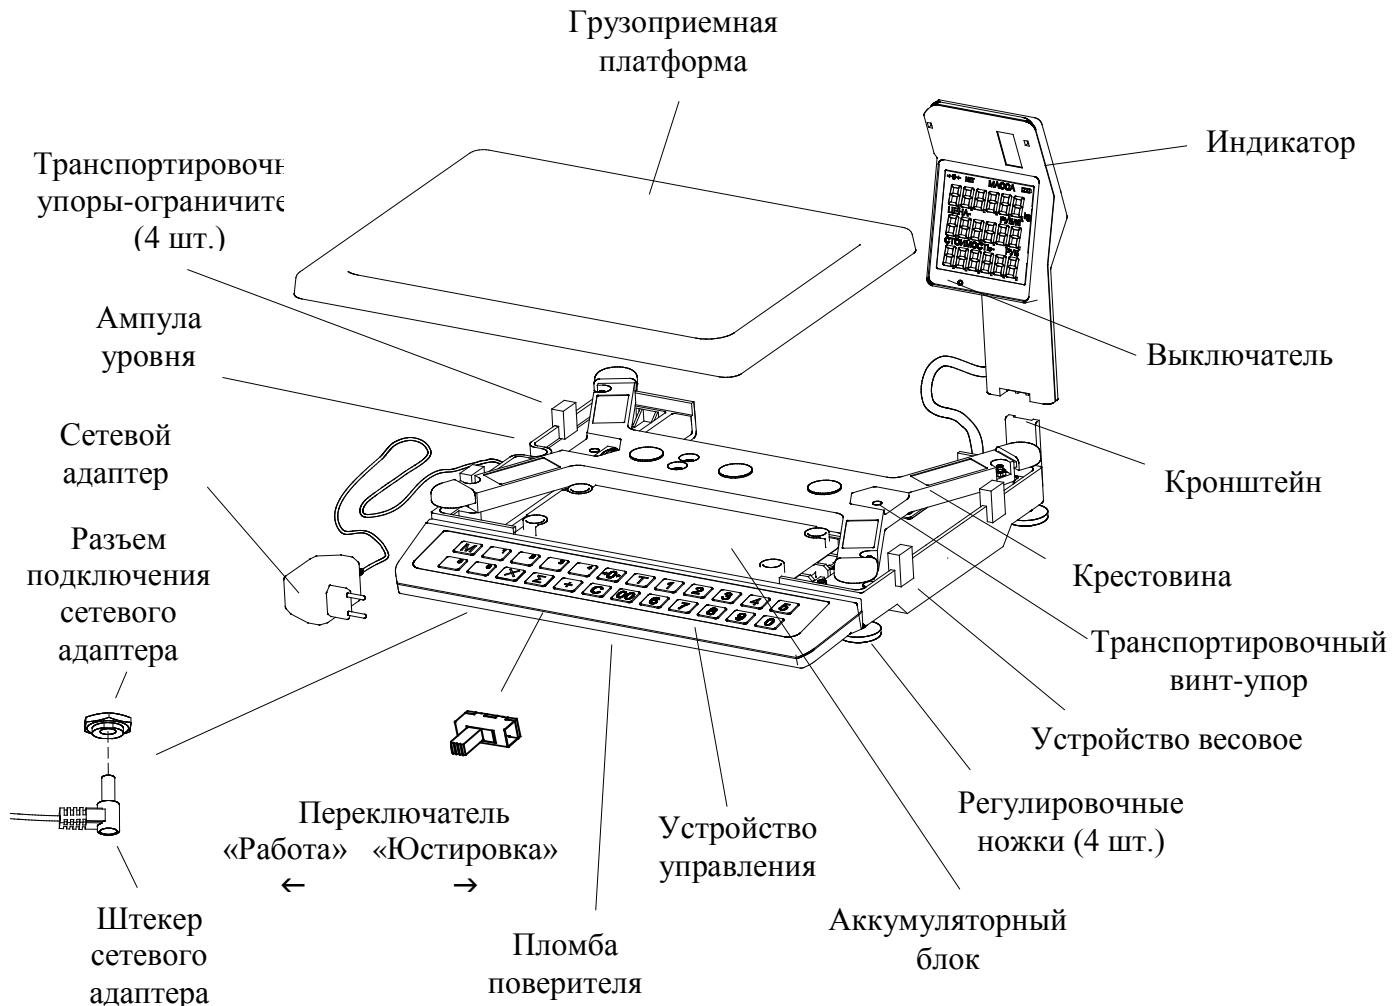
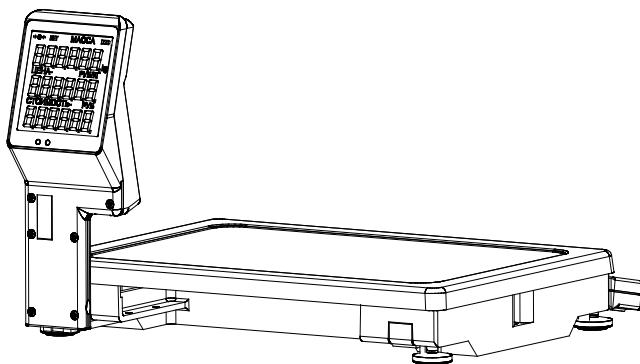

Рис. 5.1 - Весы МК_ТН11
Рис. 6.1 - Весы МК_ТН11 в рабочем положении
Конструкция весов представлена на Рис. 5.1 ÷ Рис. 5.3. Назначение кнопок клавиатуры приведено в Табл. 5.1, назначение индикаторов - в Табл. 5.2.
6.2 Снять грузоприемную платформу с весов и убрать транспортировочные упоры - ограничители (Рис. 5.1).
6.3 Надеть индикатор на кронштейн устройства весового (Рис. 5.1, Рис. 6.1).
6.5 Установить грузоприемную платформу на весы (Рис. 5.1, Рис. 6.1).